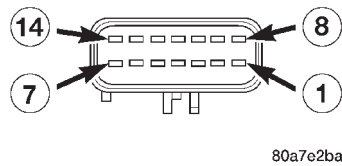

Fig. 2 Conector del conmutador del elevallunas eléctrico maestro
(1) Retire el conmutador que desea probar del panel tapizado de la puerta: del lado del conductor (maestro) o del lado del acompañante. Consulte Desmontaje e instalación de Conjunto de conmutador de elevallunas eléctricos y marco en esta sección.
(2) Utilice un ohmímetro para verificar la continuidad del conmutador de la puerta del conductor tal como se describe en la (Fig. 2).